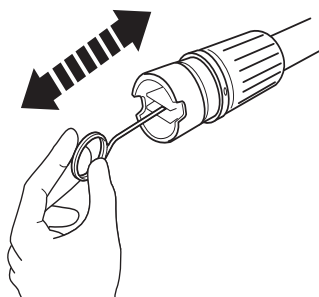

Fig. 20, lança de pressão
- > Remova quaisquer depósitos de sujidade do orifício do bocal (1a) utilizando uma agulha de limpeza (13) (Fig. 20).